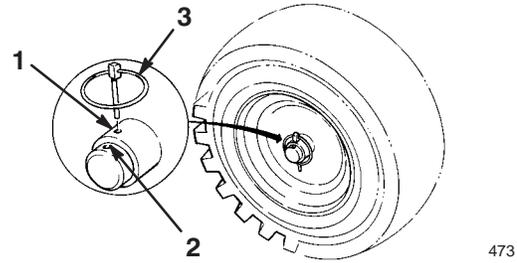

Bild 4
7. Schieben Sie die Räder nach innen und bringen Sie die Achszapfen durch die Bohrungen in der Radnabe sowie durch die **innere** Bohrung der Achse an (Bild 4).